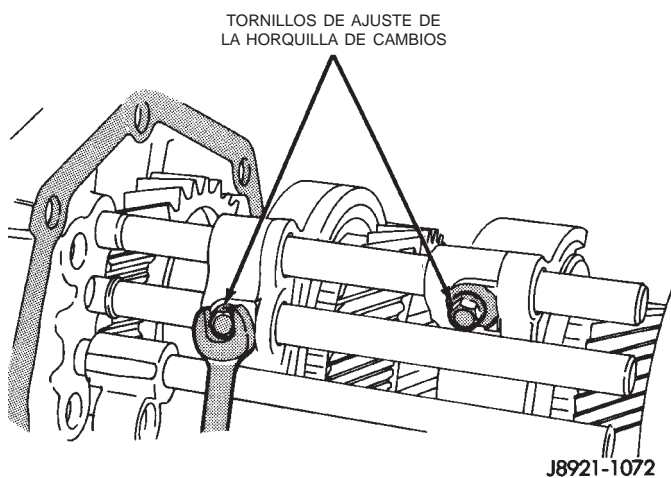

Fig. 70 Desmontaje de pernos de horquillas de cambios en correderas de cambios
(22) Retire los pernos que fijan las horquillas de cambios 1-2 y 3-4 en las correderas de cambios (Fig. 70) y deseche los pernos.